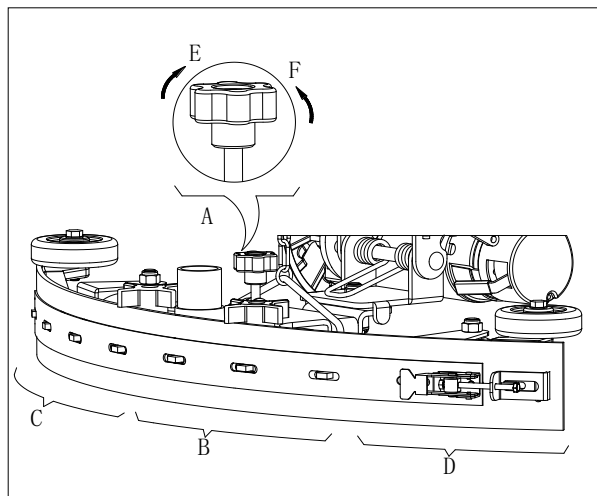

Рисунок 7
1. Установите скребок (13) и закрепите винты скребка (20), а затем подсоедините вакуумный шланг (19) к скребку.
2. Отрегулируйте скребок при помощи регулировочной ручки скребка (А, Рисунок 7).
- а) При наличии зазора между землей и средней части задней резинки (В), отрегулируйте ручку (А) в направлении против часовой стрелки (F), пока все секции задней резинки не будут хорошо соприкасаться с землей, передняя резинка не будет немного касаться земли.
- б) Если есть зазор между землей и крайними секциями задней резинки лопасти (С и D), отрегулируйте ручку (А) в направлении по часовой стрелке (E), пока все секции задней резинки не будут хорошо соприкасаться с землей, передняя резинка не будет немного касаться земли.